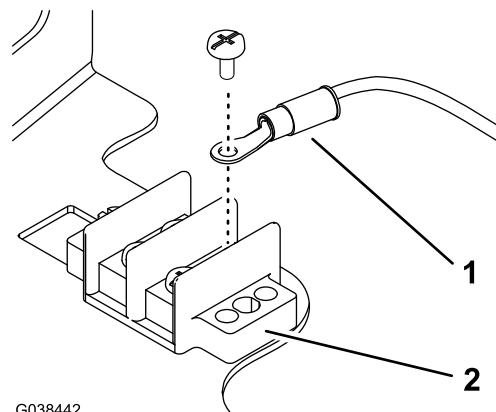

Bild 12
2. Schließen Sie den Kabelschuh am Kabelbaum an der Erdungsklemme an (Bild 12).